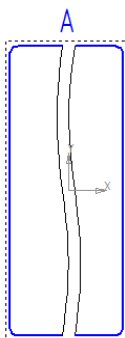

Рис. 6.5. Создание разрыва вида
3. На виде появятся две вертикальные линии, расстояние между которыми подлежит выбрасыванию. Можно двигая за эти линии редактировать область разрыва. Нажав на кнопку **Создать объект** в панели свойств создать вид (рис. 6.5).